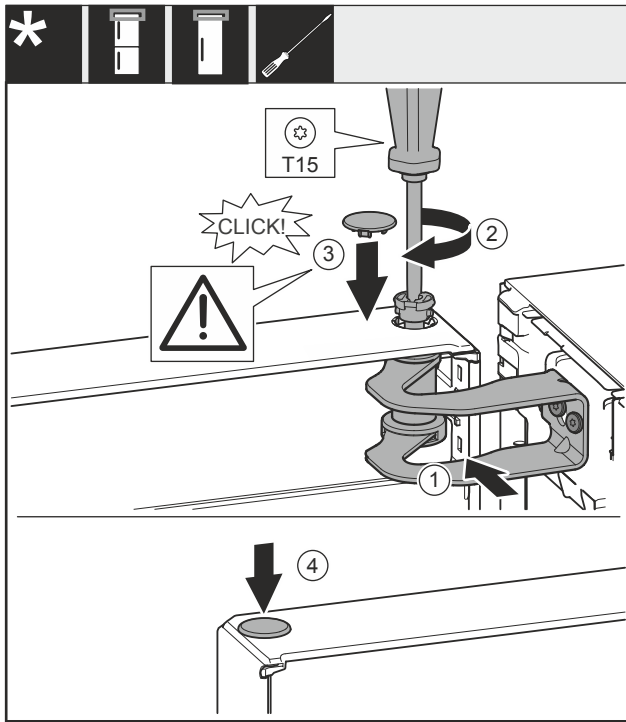

Fig. 23
- Aligner la porte sur l'ouverture du support de palier Fig. 23 (1).
- Insérer l'axe Fig. 23 (2) et le serrer avec un tournevis.
- Installer le couvercle Fig. 23 (3).
- Vérifier que le couvercle Fig. 23 (3) repose bien sur la porte.
- Installer le couvercle Fig. 23 (4).